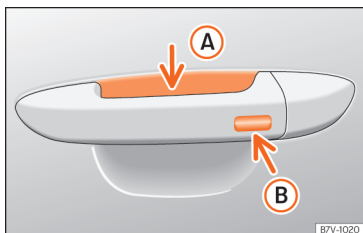

Fig. 48 Manípulo da porta: superfícies sensoras.
»» Fig. 48
- Toque na superfície sensora »» **Fig. 48 B** situada no lado exterior do manípulo da porta. Todos os indicadores de direção piscam uma vez.
- Antes de passarem 5 segundos, toque uma vez no sensor do lado exterior do manípulo da porta »» **Fig. 48 B**. Ao fazê-lo, não agarre o manípulo. O sistema Keyless Access fica desativado temporariamente.
Para fechar com a função de conforto todas as janelas elétricas, mantenha um dedo durante uns segundos sobre a superfície sensora de trancagem »» **Fig. 48 B** [seta] do manípulo da porta até que se tenham fechado.